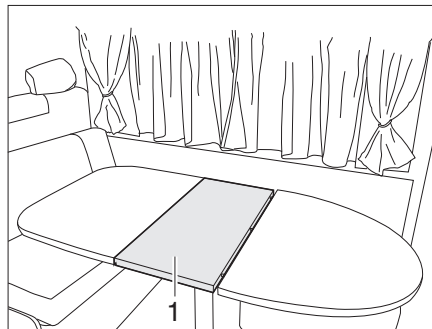

Fig. 89 Agrandir la table fixe
- Mettre la rallonge du plateau de table (Fig. 89,1) en place.
- Retirer la rallonge du plateau de table (Fig. 89,1) et bien la ranger.